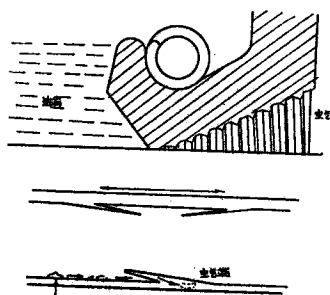

图3 双向螺纹油封唇部与轴接触图形及工作原理示意
②安格斯公司的双向螺纹油封 (Angus Spiroseals DP)。该公司曾发展了单向工作唇口空气侧带螺纹突起的油封。为了解决双向工作问题，该公司把螺纹改成一个个单独的园，与油封轴的垂直面成一微小的角度，当用刀切出尖唇时，与唇口园周相交的每一个园，就形成两个相反方向与唇口相交的凸棱，与轴接触的图形与工作原理如图3所示，起到两个方向旋转都有流体动力效应的作用。安格斯公司已把这种结构油封作为标准公制系列油封成批生产，以代替原来一般结构油封，看来是把原有油封模具略加改造实现的。